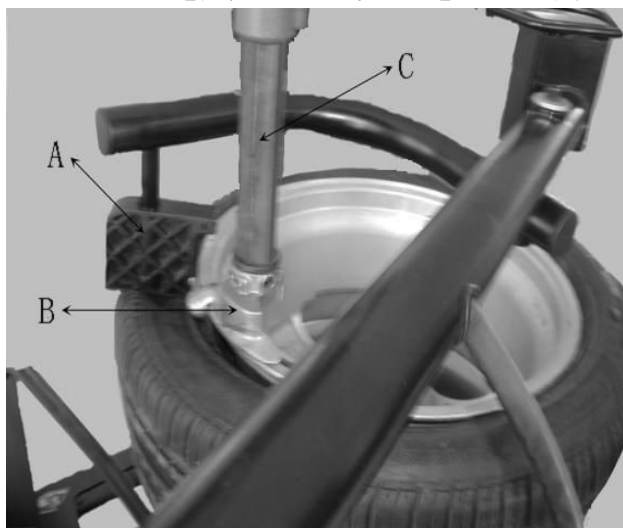

図 7-12
7.2.3 プレス(図 7-12 A)を使用し、タイヤを部分ごとに押し付けビードをリムから落とし込みます。ブラシを使って、ビードの端までビードクリームを塗布します。ツールヘッド(図 7-12 B) を取外し位置に配置します。プレス(図 7-12A)をツールヘッドの横に配置し、プレス(図 7-12A)でビードを押し下げ、ツールヘッドの下のリムとビードの間にパールを挿入します。
最初に手順(5.2.1)～(5.2.3)に従い、プレス(図 7-12 A)で下部ビードを押し込み、図 7-17 に示すように下部ビードを押し下げます。ターンテーブルを 90 度回転させます。そして、ツールヘッド(図 51)のプレスをクランプし、操作が完了するまで、ターンテーブルを回転させます。